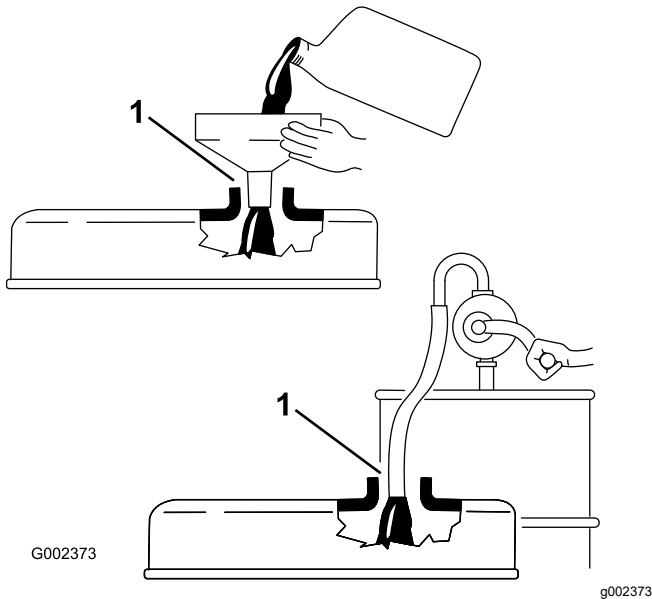

Bild 33
**Wichtig:** Entfernen Sie den Peilstab, wenn Sie Öl in den Motor einfüllen. Beim Auffüllen von Motoröl oder Einfüllen von Öl *muss* ein Abstand zwischen dem Öleinfüllgerät und dem Öleinfüllstutzen in der Ventilöffnung bestehen, siehe Bild 33. Dieser Abstand ist für die Belüftung beim Einfüllen erforderlich und verhindert, dass Öl in den Entlüfter überläuft.